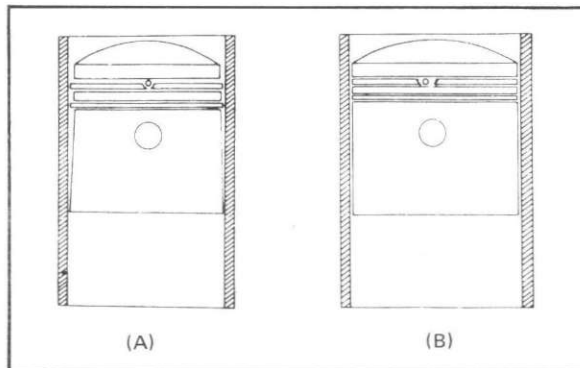

Fig. 4-6-1
The piston has a slight taper below the ring section when it is cold, as shown in Fig. 4-6-1 (A). When it warms up, the expansion of the ring section is greater than that of the skirt because the ring section is exposed to higher temperatures. This decreases the normal clearance between the piston and cylinder wall, as shown in Fig. 4-6-1 (B).
Lorsque le piston est froid, sa partie supérieure est légèrement conique, comme le montre la Fig. 4-6-1 (A). Par contre, lorsqu'il s'échauffe, la partie supérieure se dilate davantage que la jupe, car elle est exposée à des températures plus élevées. De ce fait, l'écart normal entre le piston et la paroi du cylindre diminue en cet endroit, comme le montre la Fig. 4-6-1 (B).
Wenn der Kolben kalt ist, so hat er wie aus Abbildung 4-6-1 (A) ersichtlich unter den Kolbenringen eine leicht konische Form. Wenn der Kolben sich erwärmt, so ist die Ausdehnung im Abschnitt der Ringe grösser als am Kolbenmantel, da der Abschnitt (Teil) der Ringe grösserer Hitze ausgesetzt wird. Dadurch wird der normale Zwischenraum zwischen Kolben und Zylinderwand verringert (Siehe Abbildung 4-6-1 (B)).